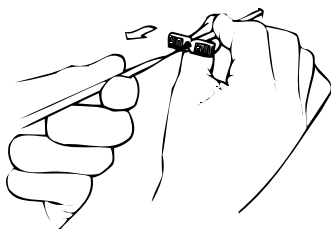

Рис. 5. Удаление проводника и сосудистого расширителя
8. Удалите сосудистый расширитель и проводник, оставив оболочку в качестве канала в подключичной вене и верхней полую вену (см. рис. 5). Затем сразу прижмите пальцем место над входом оболочки интродьюсера для предотвращения чрезмерного кровотечения или возможной аспирации воздуха.